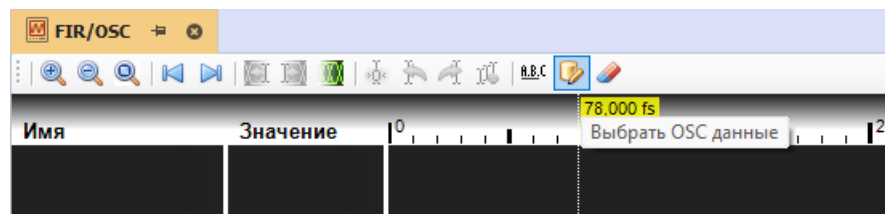

Рис. 28 Расположение кнопки «Выбрать OSC данные»
2. В окне осциллографа на панели инструментов окна осциллографа нажмите  для выбора данных, см. Рис. 28.